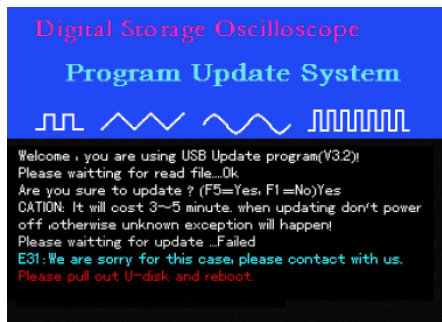

图5-16
11、升级时，用户在更新程序时，出现未知错误，将出现图5-16所示，提示“非常抱歉，程序更新失败，请阅读用户手册，与我们联系，拔掉U盘，重启示波器”。